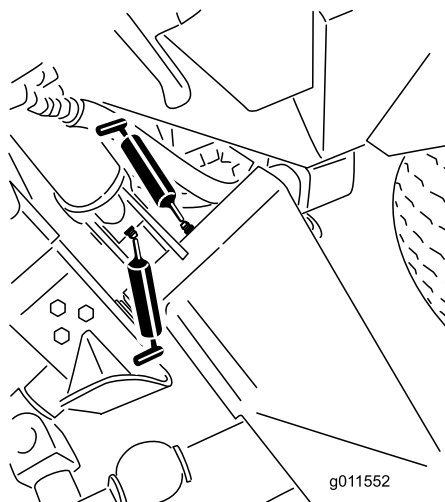
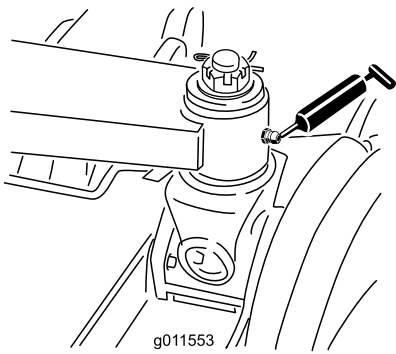

Figure 43
Figure 44
- 6 bagues de bras de levage principal (Figure 43 et Figure 44)